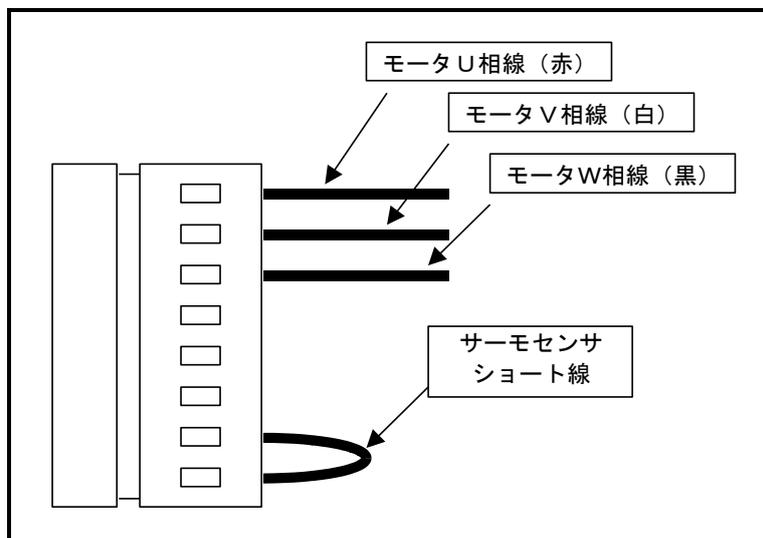

図 A-13：出荷時のモータケーブル接続状態
- (1) 現状のモータケーブルが「図 A-13：出荷時のモータケーブル接続状態」の状態であることを確認します。